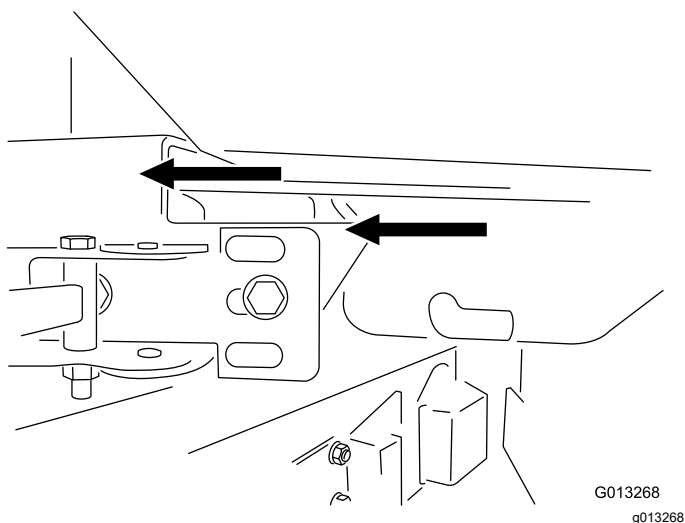

Рисунок 3
5. Оставив транспортер подсоединенным к поворотному устройству, с помощником, поднимите поворотное устройство, разместив его по месту, и выровняйте места расположения пластмассовых опор по стрелкам расположения крепежных кронштейнов (Рисунок 3).